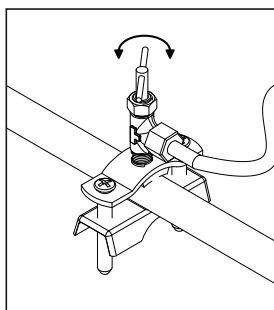

FIGURE 4
- Percer le tuyau de cuivre de la ligne d'eau froide à l'aide du robinet-vanne à étrier (saddle valve) (*figure 4*).